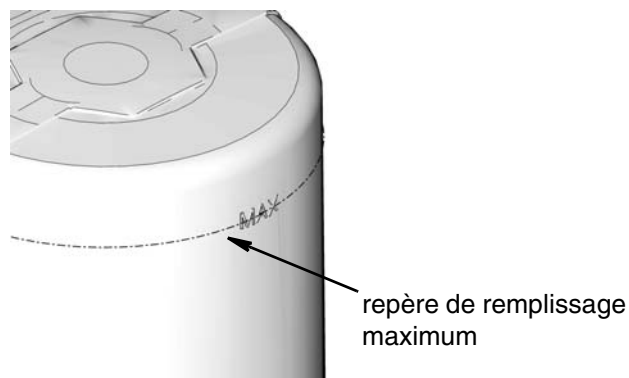

FIG. 8
- Ne remplissez pas trop (FIG. 8).